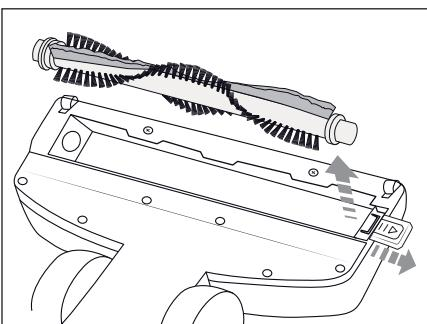

Fig. 7
- 2) Glissez le verrouillage vers l'extérieur et retirez le rouleau brosse ⑯ de la buse de sol (fig. 7).